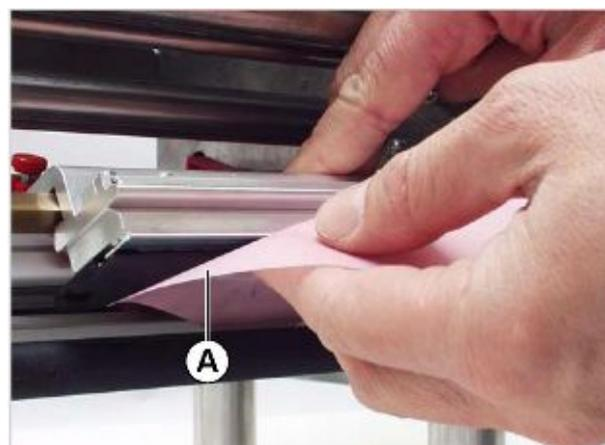

Рис. 6. Очистка печатающей головки чистящими полосками
- ➔ Несколько раз проведите чистящей (шершавой) стороной полоски (Рис. 6А) вдоль нагревательного элемента термоголовки, прикладывая небольшое усилие.